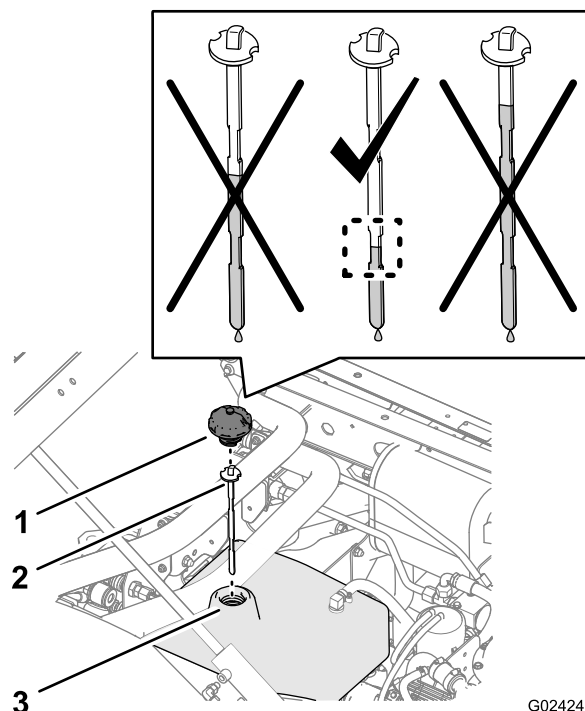
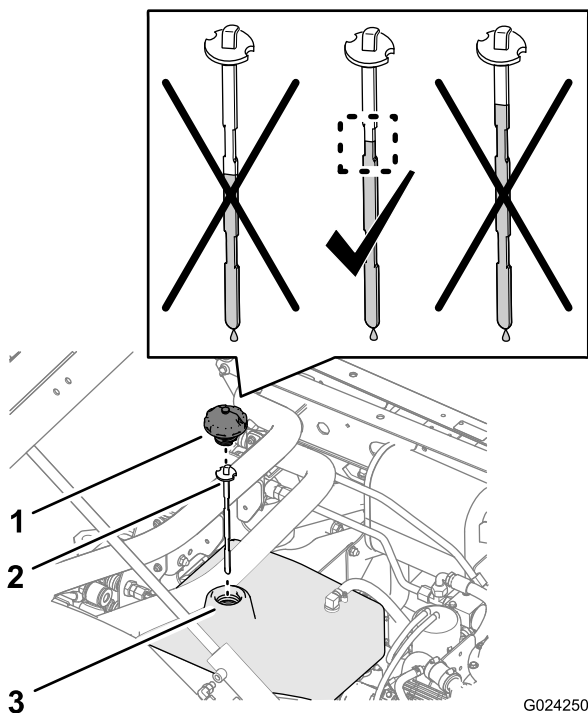

Figura 23
Figura 24
1. Limpie la zona alrededor del cuello de llenado y el tapón del depósito hidráulico (Figura 23 y Figura 24).
2. Retire el tapón y la varilla del cuello de llenado del depósito y limpie la varilla con un trapo (Figura 23 y Figura 24).
3. Inserte la varilla en el cuello de llenado; luego retírela y compruebe el nivel del aceite (Figura 23 y Figura 24).
4. Si el nivel es bajo, añada aceite hidráulico del tipo especificado al depósito hasta que el nivel llegue hasta la mitad de la zona recortada de la varilla (Figura 23 y Figura 24).
5. Instale la varilla y el tapón en el cuello de llenado del depósito (Figura 23 y Figura 24).